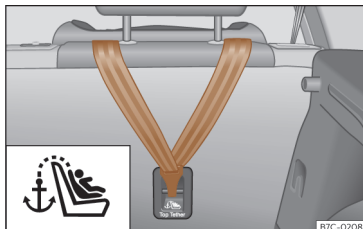

Fig. 28 Parte posterior dos bancos traseiros: argolas de fixação para o cinto Top Tether.
- Deslize a corria e fixe-a corretamente na fixação da parte posterior do encosto »» Fig. 28.